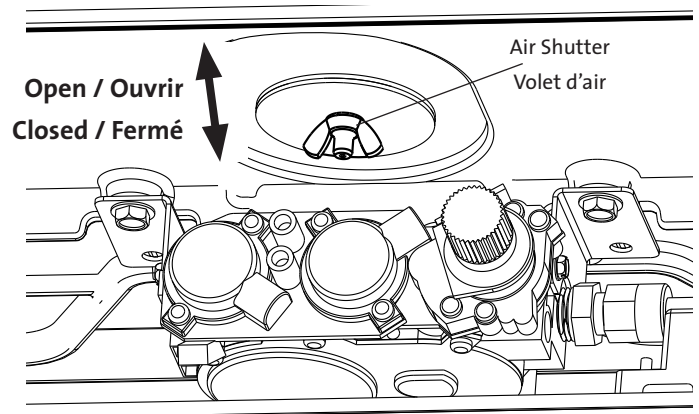

Figure 1. The Air Shutter stem is accessed from within the controls compartment.
3. Open the Control Door under the firebox. Locate and loosen the Air Shutter wing nut and push it back far as it will travel. See fig.1.
3. Ouvrez la porte de contrôle sous la chambre de combustion. Localisez et desserrez l'écrou à ailettes de l'obturateur d'air et poussez-le vers l'arrière jusqu'à ce qu'il se déplace. Voir fig.1.